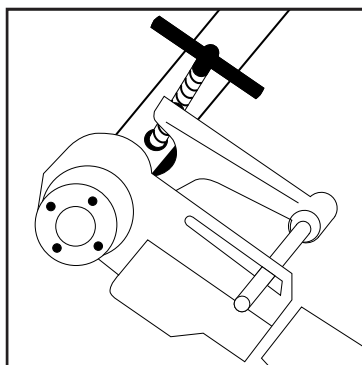

Рис. 3
5.3 Поместить резьбонарезную головку на одну сторону трубы, рис. 3, чтобы убедиться, что электрический клупп находится в правильной позиции на направляющей штанге струбцины. Убедитесь, что при нарезании резьбы резьбонарезная головка вращается по часовой стрелке (стрелки направления вращения обозначены на клуппе), для этого надо кратковременно включить клупп на холостых оборотах. Удерживая клупп одной рукой, поднести резьбонарезную головку ближе к трубе, включить устройство, слегка надавить на резьбонарезную головку другой рукой через прокладку (используя для этого кусок фанеры) пока не нарежется два-три витка.